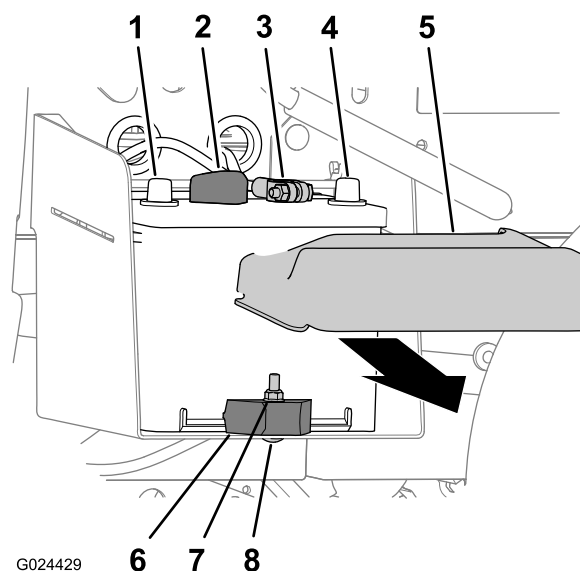

Figure 46
1. Appuyez de chaque côté du couvercle de la batterie et enlevez le couvercle en haut de la batterie (Figure 46).
2. Débranchez le câble négatif de la borne de la batterie (Figure 46).
3. Débranchez le câble positif de la borne de la batterie (Figure 46).
2. Retirez le contre-écrou, le boulon de carrosserie et la barrette qui fixent la batterie à son support (Figure 46).
3. Déposez la batterie de son support (Figure 46).
1. Placez la batterie sur son support sur la machine (Figure 46).
Remarque: Vérifiez que les bornes positive et négative de la batterie sont alignées, comme montré à la Figure 46.
2. Fixez la batterie à son support à l'aide de la barrette de maintien, du boulon de carrosserie et du contre-écrou (Figure 46).
1. Branchez le câble positif à la borne de la batterie (Figure 46).
2. Branchez le câble négatif à la borne de la batterie (Figure 46).
3. Posez le couvercle sur la batterie (Figure 46).